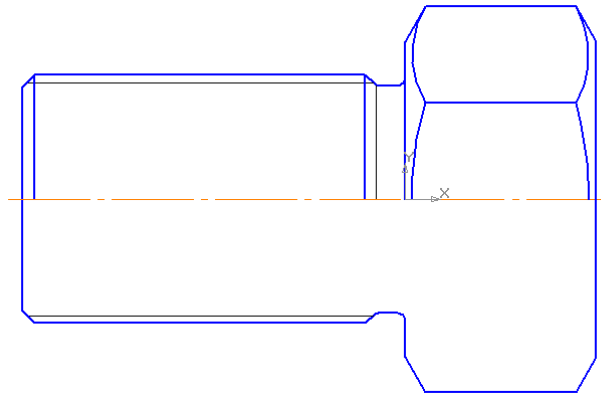

Рис. 8
5. Командой *Усечь кривую*  на панели *Редактирование*  удалите лишние линии для выполнения изображения внутренних отверстий, рис. 8.